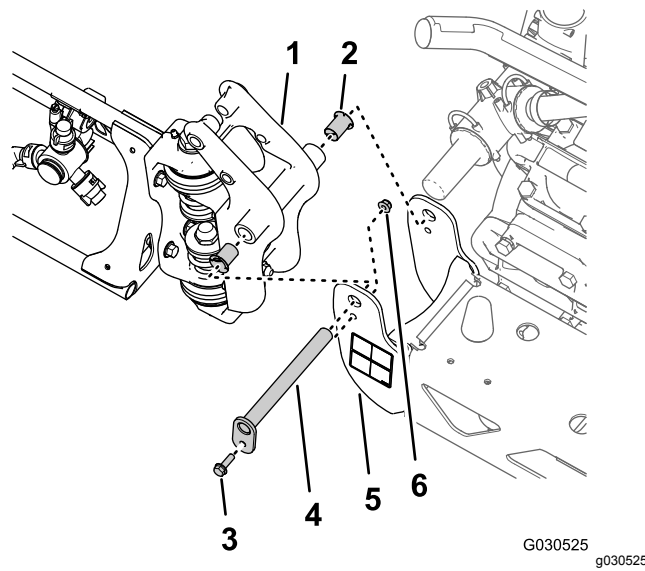

Figura 65
1. Rimuovete il bullone flangiato (5/16" x 1") e il dado di bloccaggio flangiato (5/16") che fissano il perno orientabile alla staffa orientabile (Figura 65).
2. Rimuovete il perno orientabile dalla staffa orientabile per la sezione della barra centrale e il raccordo orientabile per la sezione della barra esterna (Figura 65).
3. Separate la sezione della barra esterna da quella centrale e rimuovete la sezione esterna dalla macchina (Figura 65).
4. Rimuovete le 2 boccole flangiata in nylon dal raccordo orientabile della sezione della barra esterna (Figura 65).